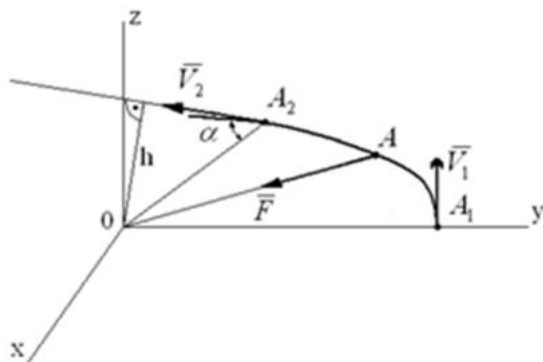

Рисунок 1
2. Материальная точка движется в горизонтальной плоскости zOy под действием центральной силы F , линия действия которой проходит через точку O . Найти скорость точки в положении A_2 , если в положении A_1 ее скорость V_1 равнялась 6 м/с , причем $OA_1/OA_2 = 5/4$ и угол, образуемый скоростью V_2 с линией действия силы, равен 60° (рисунок 1).